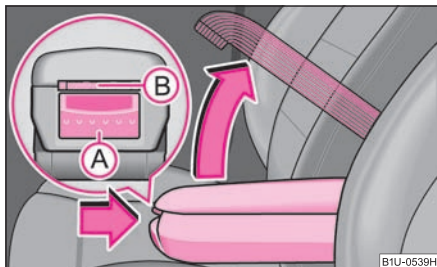

Fig. 90 Apoyabrazos: Portaobjetos
- Pulse la tecla (B) ⇒ fig. 90.